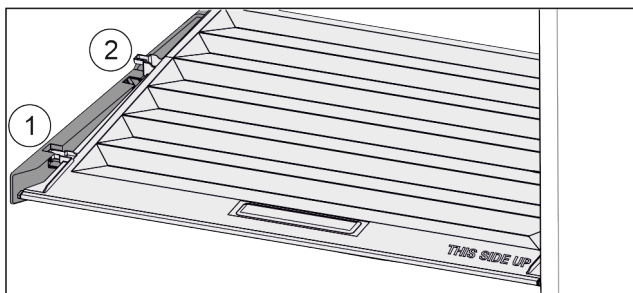

Fig. 68
- ▶ Потянуть крышку до отверстия в поддерживающих деталях вперед Fig. 68 (1).
- ▶ Поднять сзади снизу и извлечь Fig. 68 (2) движением вверх.